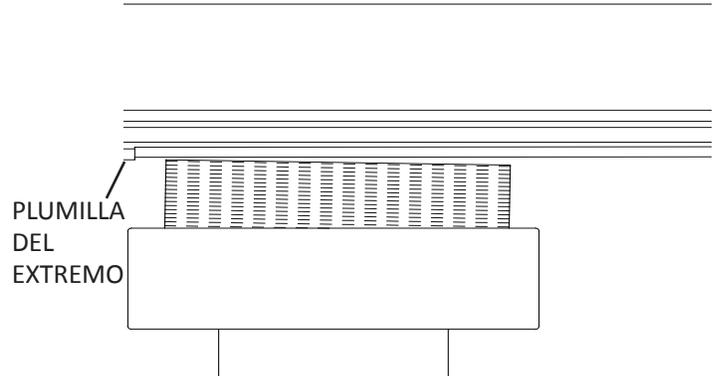

FIG. 33
1. Mueva el cabezal de rectificado hasta el extremo izquierdo de la cuchilla de asiento. Ahora, ajuste el volante de entrada de la guía hasta que la muela toque *escasamente* la cuchilla de asiento dentro de la plumilla del extremo desgastado. Véase la FIG. 33.